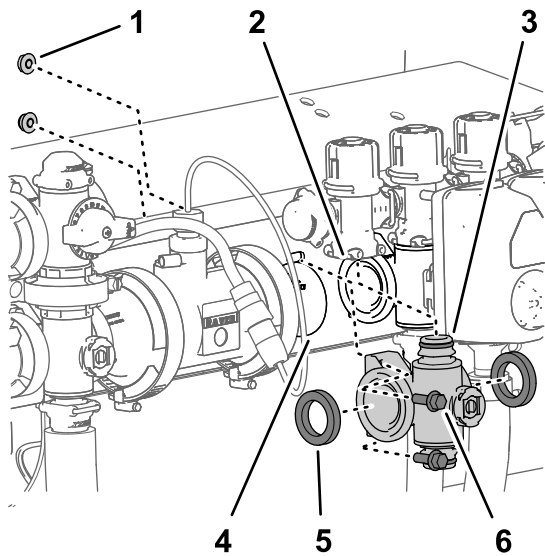

Figure 114
4. Pour les collecteurs de vannes de section gauche et droit, retirez les 2 boulons à embase ( $\frac{1}{4} \times \frac{3}{4}$  po) et les 2 contre-écrous à embase ( $\frac{1}{4}$  po) qui fixent le collecteur de vanne de section au support de vannes (Figure 114).
5. Baissez le collecteur de vanne de section et les joints pour les séparer de la vanne de dérivation de section et déposez-les de la machine (Figure 114).